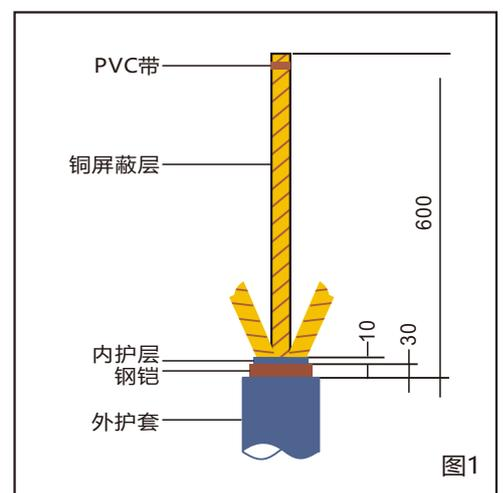

图1
1.1 (图1)将电缆置于预定位置，按安装长度需要，剥去电缆外护套，按图示尺寸距外护套端部40mm铠装处用扎线扎紧，沿扎线除去其余铠装，并打磨除漆。剥去内护套，注意不要损伤铜屏蔽层，用PVC相色带将电缆三相端头铜屏蔽层固定好，用PVC带裹住钢铠端头，剥除填充物与扎条。
注：由于柜体尺寸的差异及安装方式的不同，图1给出的尺寸仅供参考。